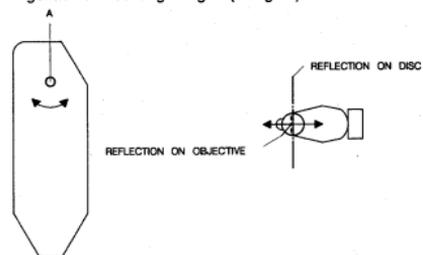

Fig. 18
6. Mit der Einstellschraube die beiden reflektierten Linien genau zur Deckung bringen (s. Fig.18).